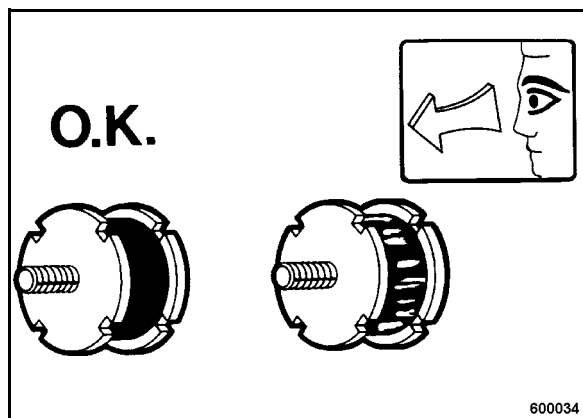

рис. 67
- Проверить все резиновые амортизаторы (рис. 67) на предмет трещин и разрывов и в случае повреждение заменить.